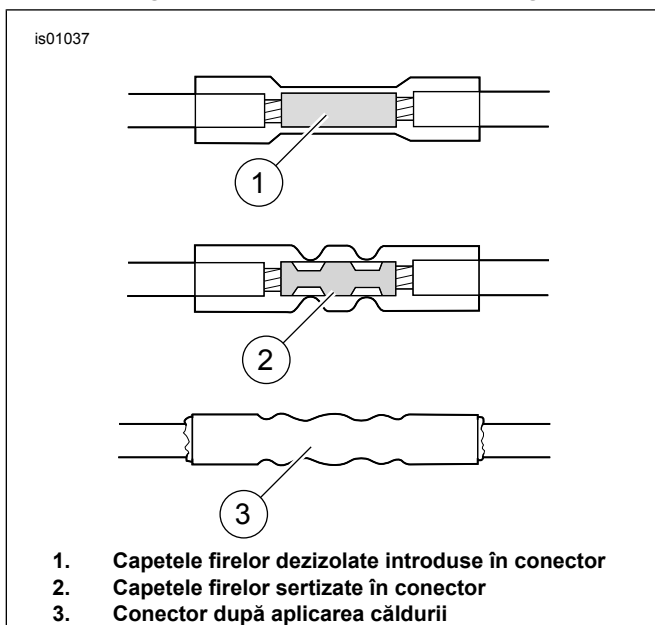

Figura 8. Conexiuni de îmbinare sigilate
- e. Consultați Figura 8 . De la capetele tăiate, introduceți un fir portocaliu/alb într-un capăt al conectorului de îmbinare. În celălalt capăt al conectorului de îmbinare, introduceți celălalt fir portocaliu/alb cu sârmă roșie din cablajul adaptorului.
- d. Consultați Figura 8 . Introduceți firul portocaliu/alb de la pasul 4b într-un capăt al conectorului de îmbinare sigilat. Introduceți firul roșu din cablajul adaptorului în celălalt capăt al conectorului de îmbinare sigilat.